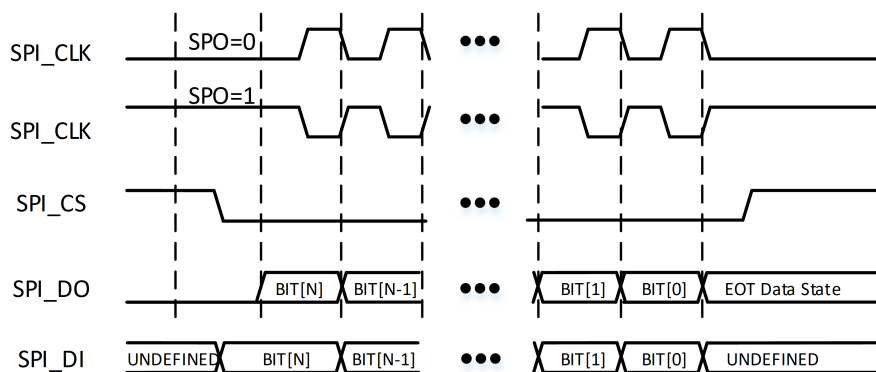
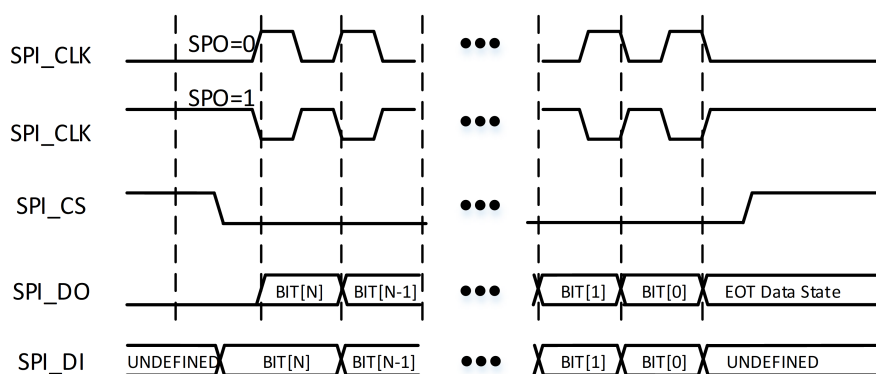

图 6-3: SPH 为 0 时的 SPI 通信
图 6-4: SPH 为 1 时的 SPI 通信
- SPI 格式 SPI 是全双工同步串口通信协议，根据 TOP_CTRL 寄存器中 SPO 和 SPH 字段的设置分为四种子模式。SPO 设置 SPI 控制器没有使能或是能后处于 IDLE 状态时候的 SPL_CLK 的极性，当 SPO 为 0 时，SPL_CLK 极性是低电压，第一个边沿是上升沿；当 SPO 为 1 时，SPL_CLK 极性是高电压，第一个边沿是下降沿。SPH 设置驱动数据的时钟沿以及采样数据时钟沿的时序，当 SPH 为 0 时 SPI 控制器从 SPL_CLK 的第一个边沿开始采样 SPL_DI 上的数据，从 SPL_CLK 的第二个边沿开始驱动 SPL_DO（SPL_DO 上默认是待发送数据的 MSB）；当 SPH 为 1 时 SPI 控制器从 SPL_CLK 的第一个边沿开始驱动 SPL_DO，从 SPL_CLK 的第二个边沿开始采样 SPL_DI 上的数据。具体通信时序见图 6-3 和图 6-4。
下面结合图6-3以 SPH=0 和 SPO=0 的情况描述 SPI 协议通信过程。当 SPI 控制器没有使能或使能后处于 IDLE 状态时, SPI_DO 处于低电平, SPI_CS 处于高电平, SPI_CLK 处于低电平。SPI_CS 信号拉低开始一次数据传输, 并在该帧数据传输完成以前 SPI_CS 一直维持低电平。半个 SPI_CLK 周期后, 将该次传输数据的 MSB 驱动到 SPI_DO 上, 再过半个 SPI_CLK 周期, SPI_CLK 拉高开始第一个上升沿并采样 SPI_DI。在该次传输所有数据传完之前, SPI_CLK 按设定的频率持续翻转。完成最后一次采样后 SPI_CLK 回归低电平, 再过半个 SPI_CLK 周期, SPI_CS 拉高结束本次传输。